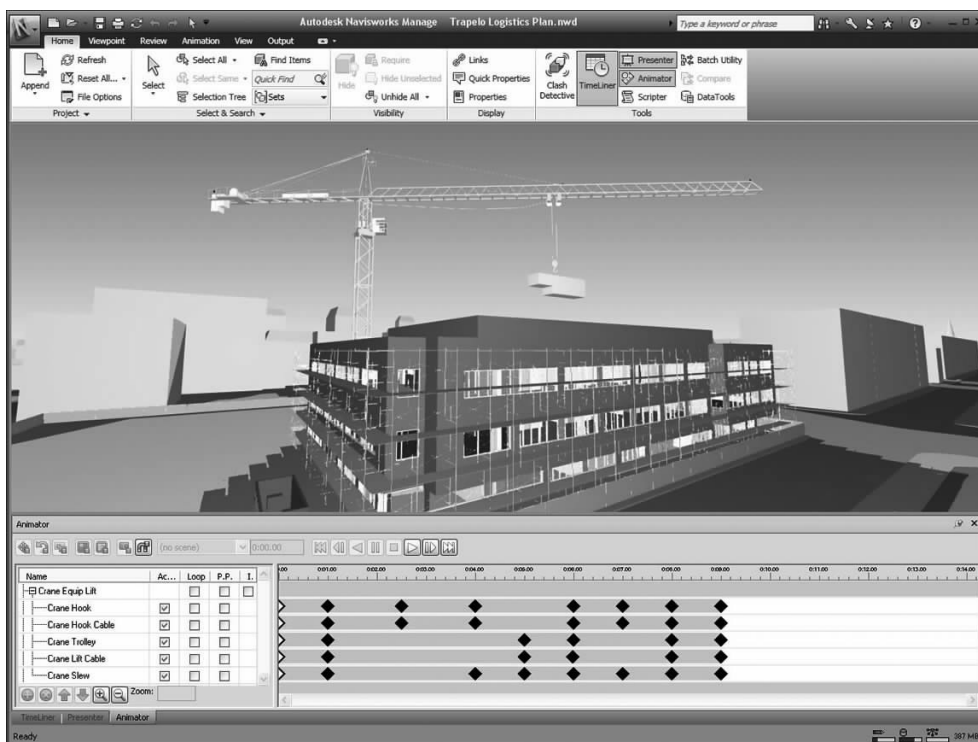

图 3-10 四维仿真
(3) 可以将三维模型数据与项目进度表相关联,实现四维可视化效果,进而清晰地表现设计意图、施工计划与项目当前的进展状况,如图 3-10 所示。